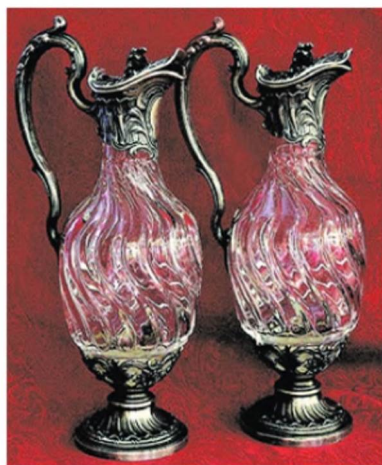

Рис. 213. Изделия из хрусталя
Добавляя в расплав различные оксиды, получают *цветные стёкла*. Например, оксиды железа окрашивают стекло в зелёный, голубой или красно-бурый цвета, оксид кобальта(II) — в синий, оксид хрома(III) — в зелёный, оксид марганца(III) — в фиолетовый, оксид меди(I) — в красный. Вводя в расплав порошок полевого шпата, получают матовое молочное стекло. В XIX в. особенно ценилось урановое стекло, окрашиваемое в зеленовато-жёлтый цвет оксидами урана. При частичной замене известняка на оксид свинца(II) получается *хрусталь* — стекло, обладающее способностью сильно преломлять лучи света и хорошо полирующееся (рис. 213). Частичная замена кремнезёма на оксид бора приводит к образованию *боросиликатных стёкол*, размягчающихся при более высокой температуре, чем обычные силикатные. Боросиликатное стекло марки «пирекс» идёт на изготовление термостойкой лабораторной посуды.